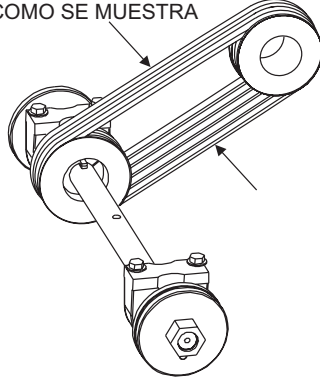

Figura 17. Tensión de la banda-V
- Verifique la tensión de la banda (Figura 17) usando una medidor de tensión (2.72k. a 4.08k.) (6.0 - 9.0 lbs.) contra la banda de adentro a la mitad entre las dos poleas, o desviando el centro de la banda en un punto medio 3/8" (10 mm) - 1/2" (13 mm).